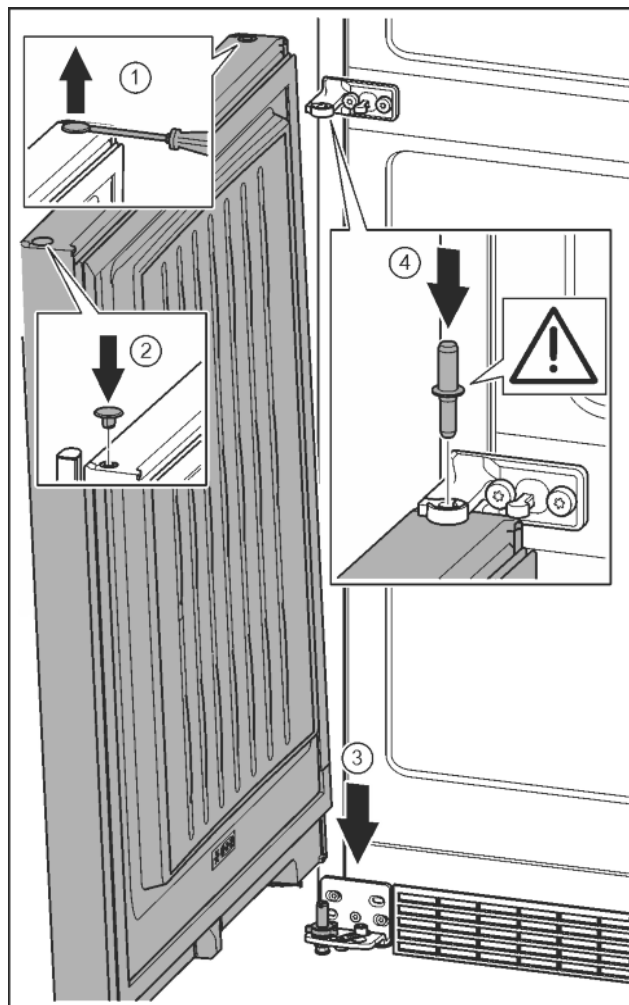

Fig. 21
- Soulever délicatement le bouchon avec un tournevis plat et le sortir. *Fig. 21 (1)*
- Remettre en place le bouchon de l'autre côté de la porte. *Fig. 21 (2)*
- Mettre la porte par le haut sur l'axe de palier inférieur. *Fig. 21 (3)*
- Mettre en place l'axe de palier du milieu à travers le support de palier du milieu dans la porte inférieure. Veiller à ce que l'ergot d'enclenchement soit orienté en arrière. *Fig. 21 (4)*